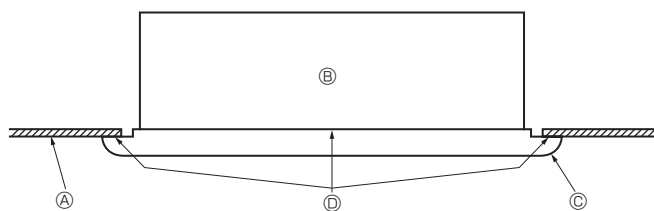

Рис. 5-6
- Далее затяните крепежные болты ② и крепежные винты ③ в трех местах в центре.
- И наконец затяните крепежные болты ② в четырех местах слева и справа.
- На этом этапе убедитесь в отсутствии щелей между внутренним прибором и передней панелью, а также между передней панелью и поверхностью потолка. Наличие щелей может привести к попаданию ветра, что, в свою очередь, может вызвать капание воды. (Рис. 5-6).
* Плотно затяните крепежные болты ② и крепежные винты ③.
5.4. Контрольные проверки после установки (Рис. 5-6)